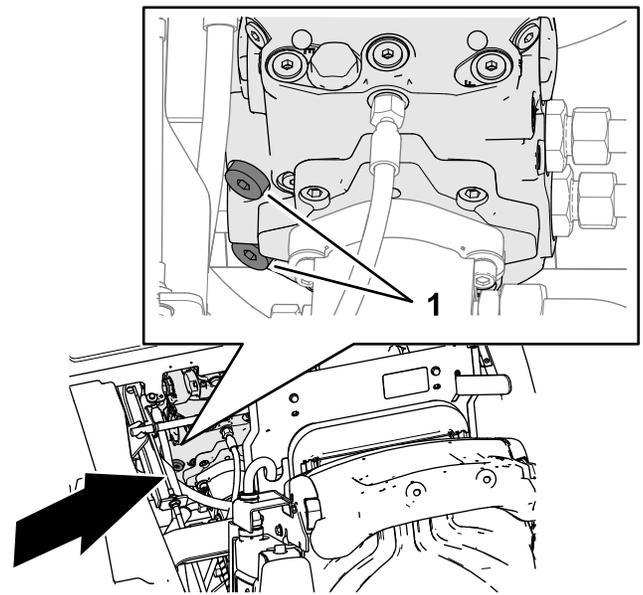

Figura 37
- Utilice una llave allen de 8 mm para girar los 2 tapones de cabeza hexagonal de las válvulas de alivio de la bomba de la transmisión 3 vueltas completas en sentido antihorario (Figura 37).